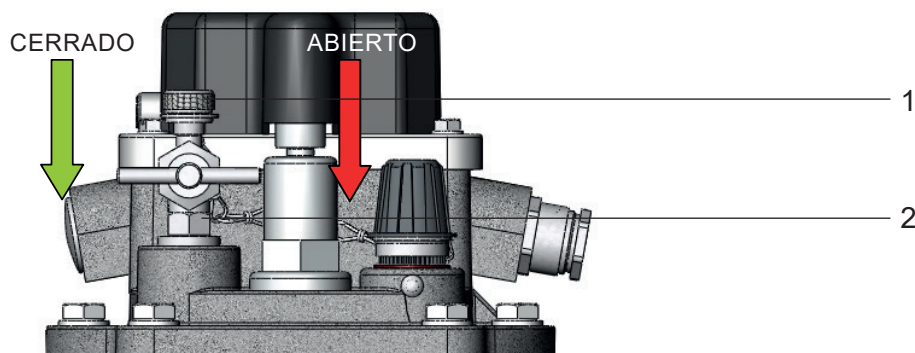

Figura 2 - Válvula de purga
- Desatornille la tuerca de sombrerete pequeña (Figura 2/ No. 1) desde la válvula de purga (Figura 2/ No. 2)